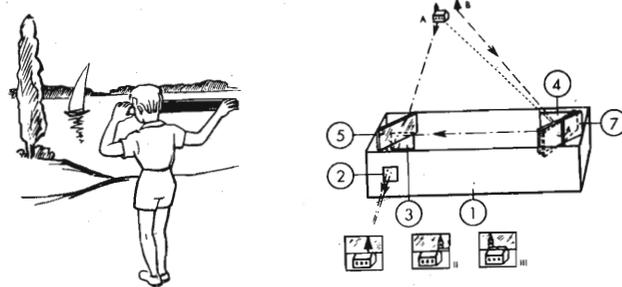

Fig. 242. Come si presentano le due immagini nel telemetro.
Più l'oggetto A si trova vicino, maggiore è l'angolo per il quale lo specchio mobile deve essere girato per far coincidere le due immagini. Perciò ad ogni posizione dello specchio corrisponde una data distanza dell'oggetto. Se dunque colleghiamo lo specchio con una scala adatta, possiamo leggere su di essa direttamente la distanza dell'oggetto A. Dalla distanza dei due specchi (5) e (7) dipende la portata dello strumento; nei telemetri per uso militare la distanza può essere anche di 6 metri e permette di misurar distanze fino a parecchi chilometri. Noi costruiremo un telemetro di lunghezza 70 cm per distanze fino a 200 m, che ci basterà per seguire e misurare le traiettorie degli aeromobili o di natanti (fig. 242).